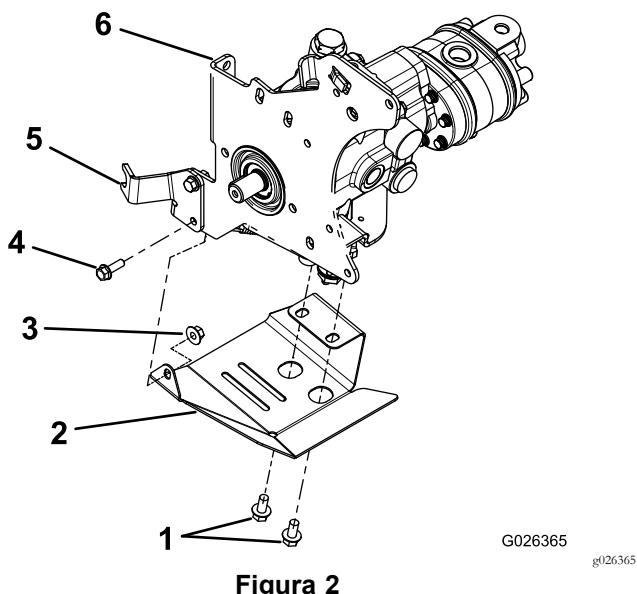

Figura 2
1. Retire el perno y la tuerca que sujetan el extremo inferior del soporte del cable a la placa de la bomba (Figura 2). Deseche el perno, pero guarde la tuerca.
2. Retire y guarde los 2 pernos que sujetan la pletina de punto muerto a la parte inferior del motor hidráulico (Figura 2).
3. Sujete provisionalmente el nuevo protector del motor hidráulico y la pletina de punto muerto a la parte inferior del motor hidráulico con los 2 pernos retirados en el paso anterior. No apriete los pernos todavía (Figura 2).
4. Sujete provisionalmente el soporte del cable a la placa de la bomba con el perno nuevo (incluido en el kit) y la tuerca que retiró anteriormente (Figura 2).